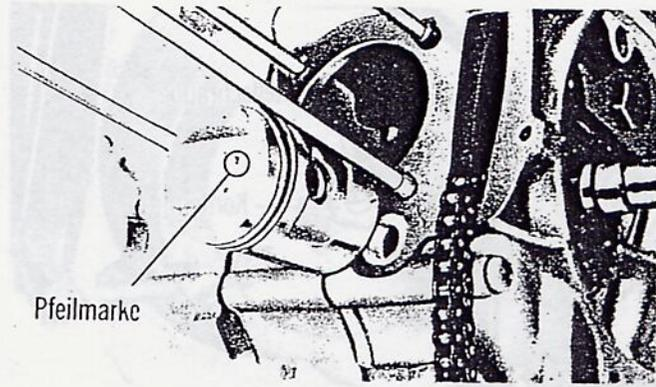

Abbildung 35
1. Bei der Montage des Kolbens auf dem Pleuel muß die Pfeilmarkierung auf dem Kolbenboden nach unten bzw. nach vorn zeigen. (Abbildung 35)